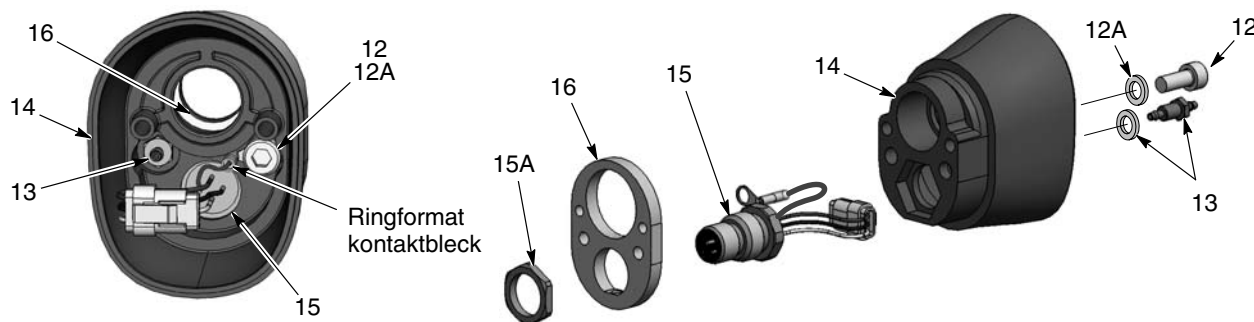

Bild 7-11 Demontering av rörmonterad pistol 5 av 5
18. Se bild 7-11. För att dela den bakre delen av pistolkroppen, tag av skruven (12) och den hullingsförsedda kopplingen (13) från insidan av den bakre delen av pistolkroppen (14). En 3 mm insexnyckel and 1/4-tums djup hylsnyckel krävs.
19. Tag av muttern (15A) från kontaktdelen, drag av jordplattan (16) från den bakre delen av pistolkroppen, och drag kontaktdelen genom kroppen.